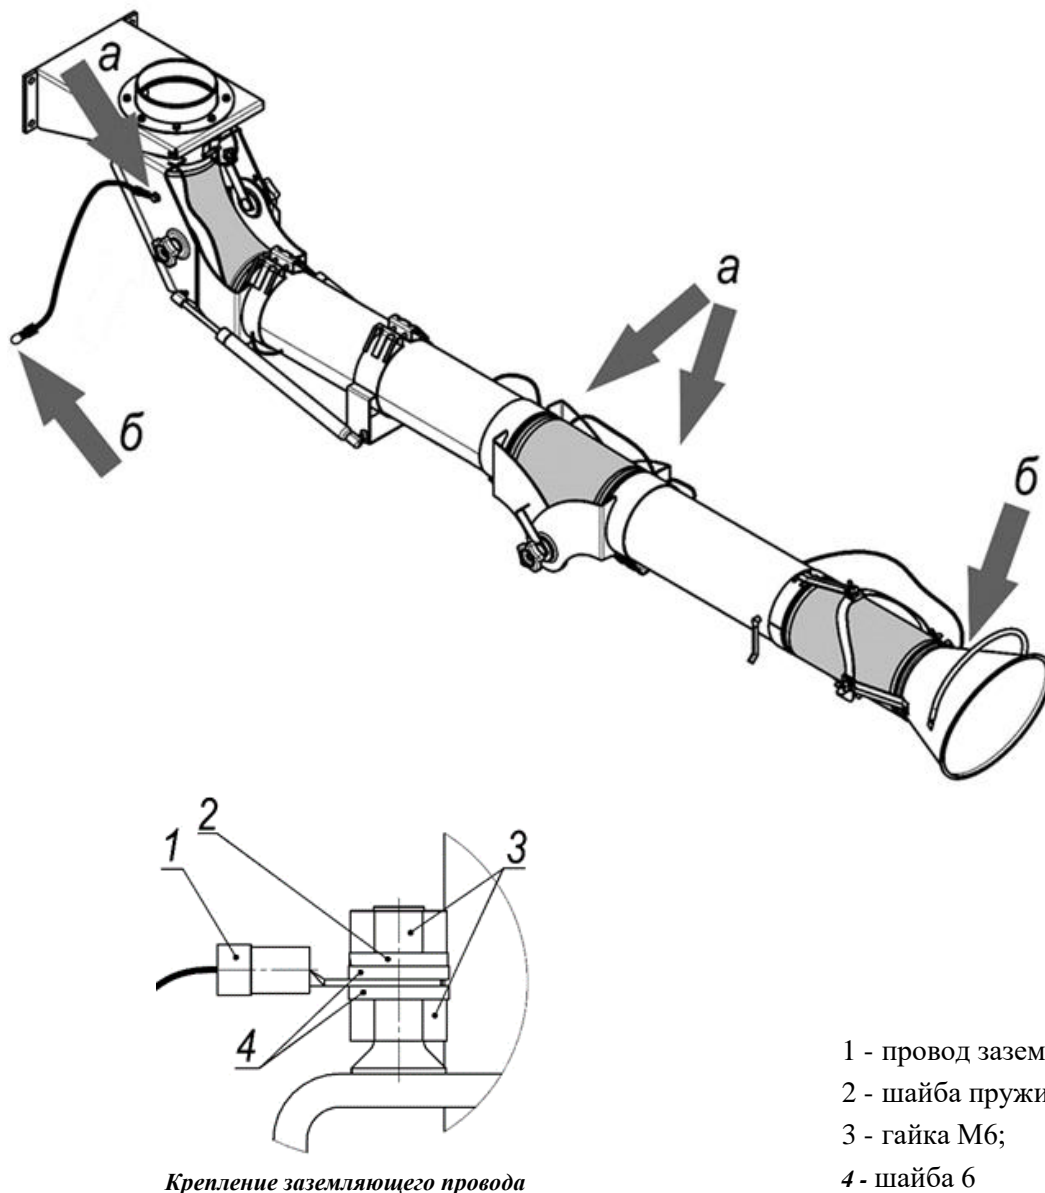

Рисунок 10
5.5.1 Для вытяжного устройства в антистатическом исполнении требуется соединить контакты контура заземления. Для этого необходимо (рисунок 10):